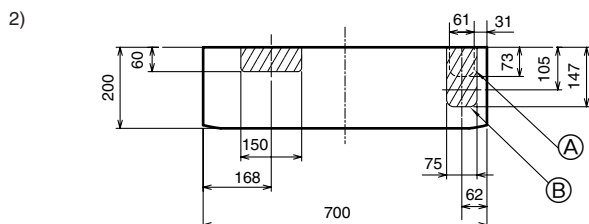

Fig. 3-8
2) Voor pijpen rechts naar beneden of links naar beneden (Fig. 3-8)